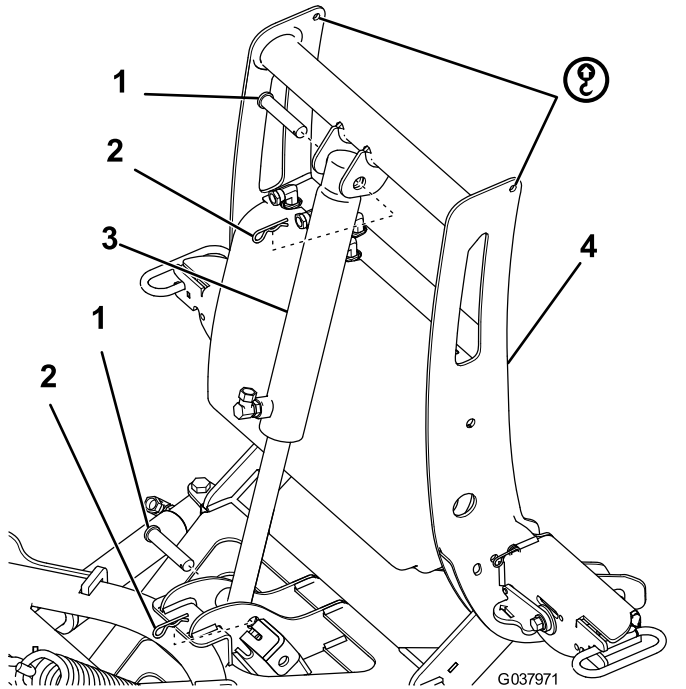

Bild 5
8. Befestigen Sie das Stangenende des Hubzylinders mit einem Lastösenbolzen und einem Splint am Schubrahmen (Bild 5).
9. Befestigen Sie das freie Ende des Hubzylinders mit einem Lastösenbolzen und einem Splint an der Kupplungssäule (Bild 5).